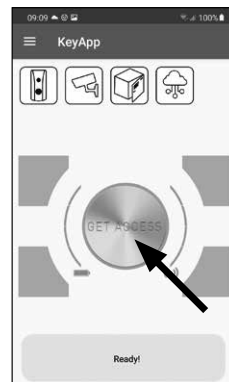

Abb. 113
- 1 Öffnen Sie die secuENTRY KeyApp und drücken Sie den „GET ACCESS“ Button in der Mitte (Abb. 113).